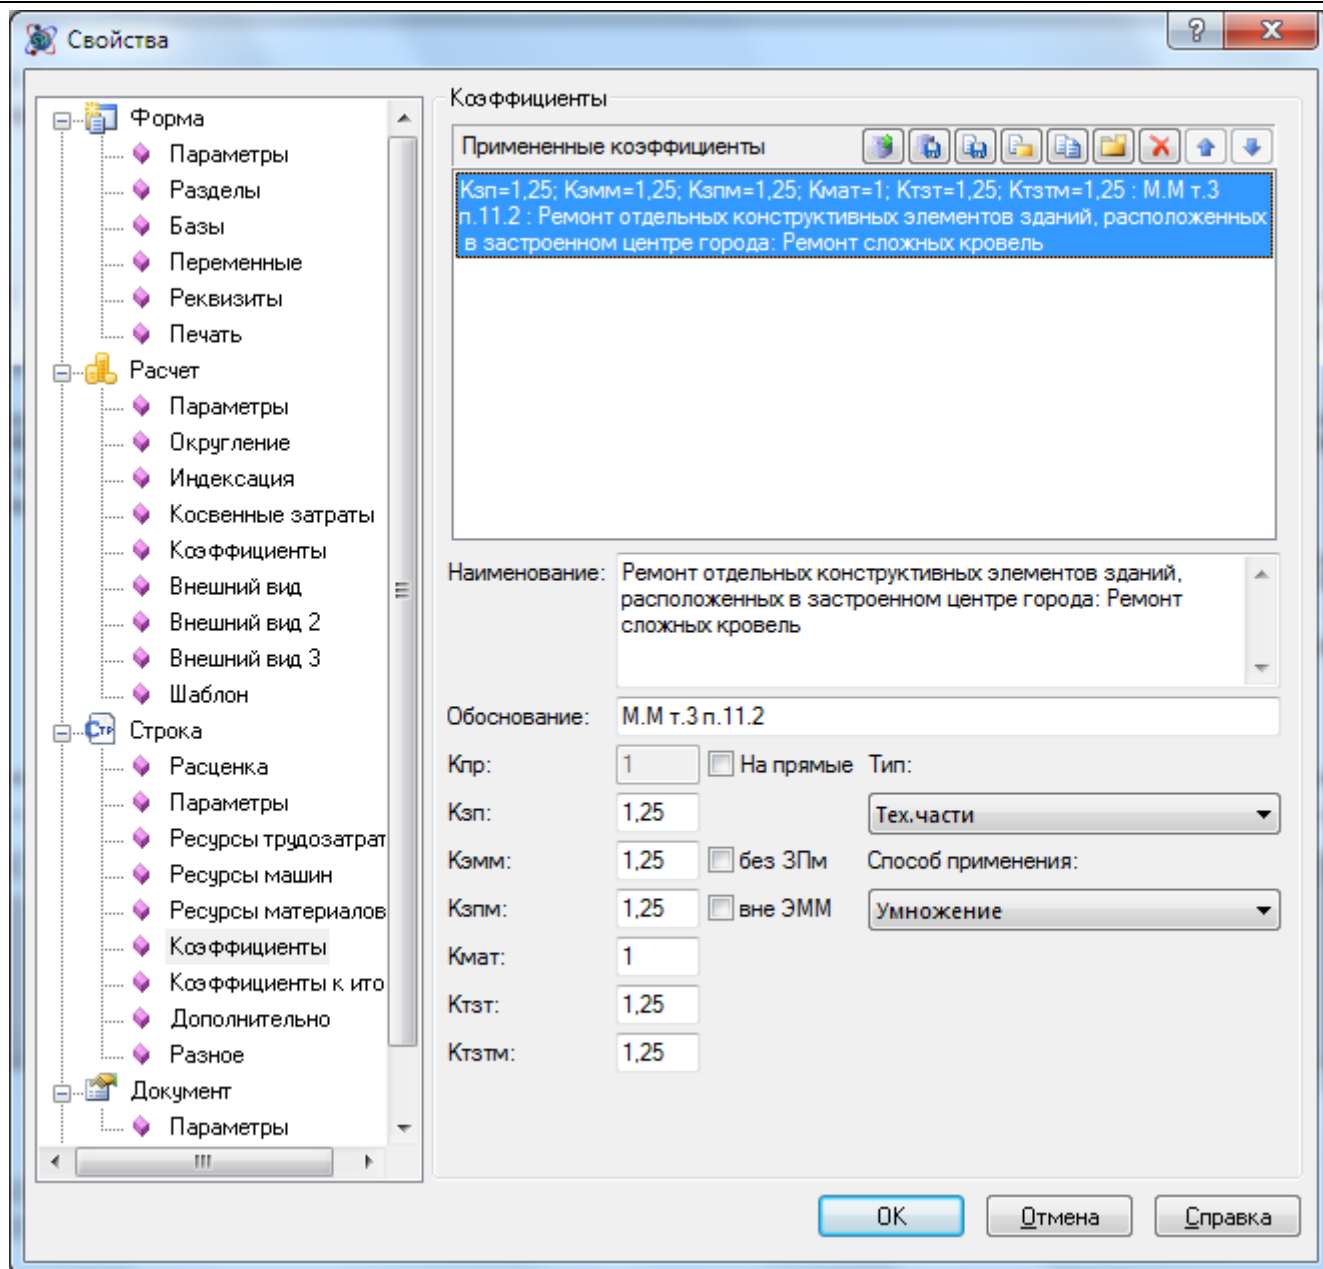

Рис. 6.34 Диалоговое окно Свойства, раздел Расчет/Кoeffициенты
В разделе **Расчет/Коэффициенты** диалогового окна *Свойства* (рис. 6.34) отображается список коэффициентов, примененных к расчету. Применение коэффициента производится в строке расчета.
1. Перейти в раздел Расчет/Коэффициенты (см. рис. 6.34);